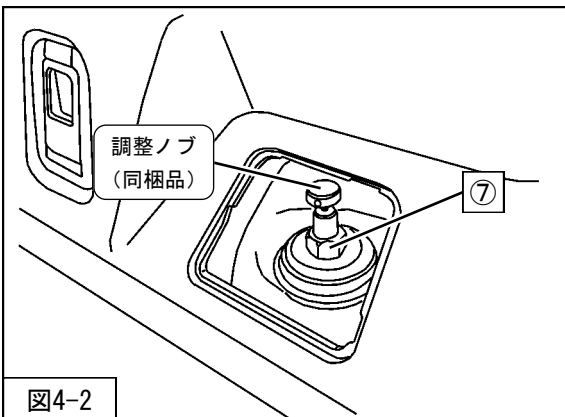

図4-2
3. ⑦リアショックアブソーバASSYアッパー取付ナット(締付トルク: 25N・m)を使用して、リアショックアブソーバASSYを車両に取付けてください。(図4-2)
4. 六角レンチ(1.5mm・同梱品)を使用して、調整ノブ(同梱品)スクリュ(同梱品)をリアショックアブソーバASSY先端の調整用シャフトに取付けてください。(図4-2・図4-3)
本製品は、フロントサスペンションASSYがストラットタイプ、リアショックアブソーバASSYが標準タイプとなっています。リアの減衰力調整は、調整ノブ (同梱品) で行ってください。(図4-2)